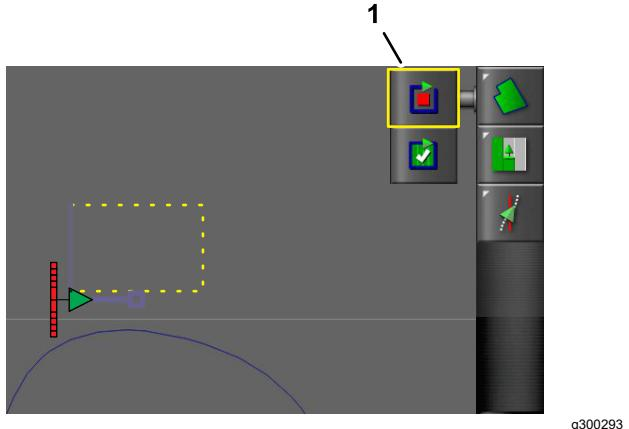

图 48
3. 移动机器在直边场地边界下的点处对齐左前轮胎的外侧中心部分并停止机器图 48。
4. 按记录场地边界图标然后按暂停场地边界记录图标图 48。